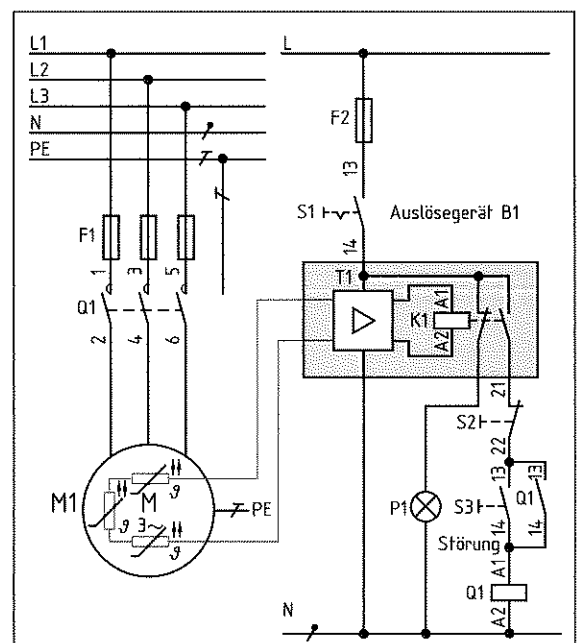

Bild 2: Motorschutz
4. a) Um welche Art Motorschutz handelt es sich im **Bild 2** und